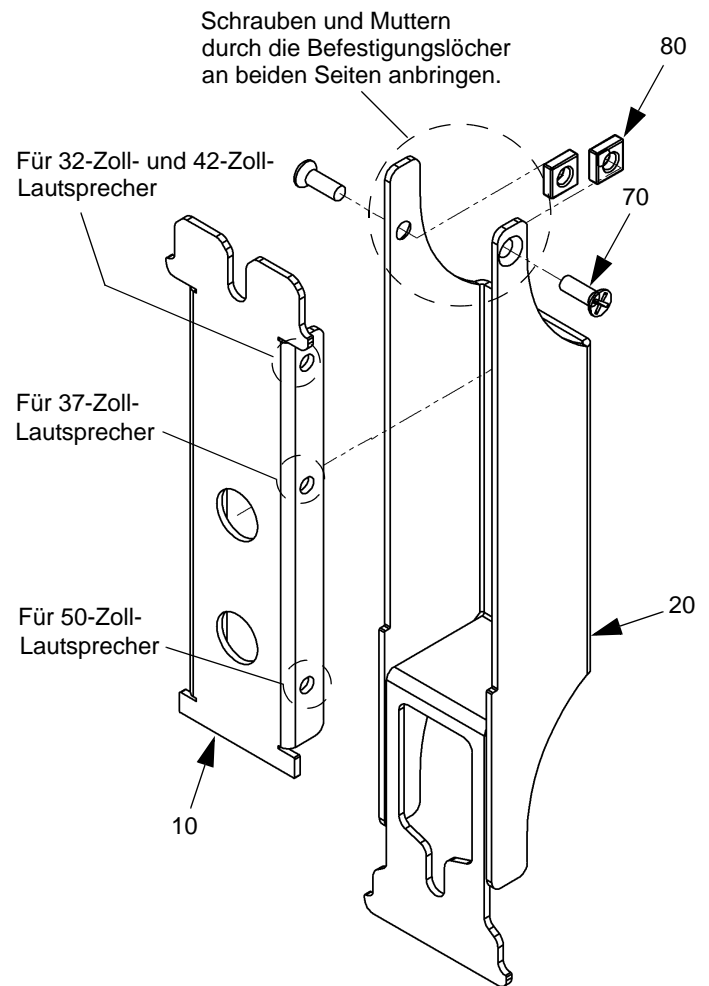

Abbildung 6. Lautsprecherhalterungen zusammenbauen
2. Zwei verstellbare Lautsprecherhalterungen (10), zwei Lautsprecher-Wandhalterungen (20), vier Kreuzschlitz-Flachkopfschrauben (70) und vier Vierkantmutter (80) bereit legen. Siehe Abbildung 6.
3. Je nach Größe des Lautsprechers das Paar Befestigungsbohrungen in der verstellbaren Lautsprecherhalterung (10) für die gegebene Lautsprechergröße aufsuchen.
4. Die verstellbare Lautsprecherhalterung (10) in die Lautsprecher-Wandhalterung (20) einfügen und die Befestigungsbohrungen ausrichten.
5. Zwei Kreuzschlitz-Flachkopfschrauben (70) und zwei Vierkantmutter (80) einbauen, um die Halterungen (10 und 20) wie in Abbildung 6 dargestellt zusammenzubauen.
6. Schritt 4 und 5 zum Zusammenbau der zweiten Lautsprecher-Wandhalterung (20) wiederholen.